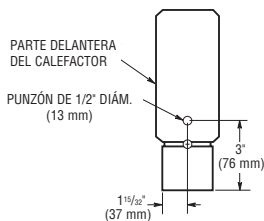

Figura 9. Plantilla de taladrado de tapa de extremo
5. Los cables de suministro de energía pueden enrutarse de calefactor a calefactor taladrando un orificio de  $\frac{1}{2}$  pulgada (13 mm) de diámetro en las tapas de extremo para los calefactores que encajan entre sí. Vea la Figura 9. Para evitar posible daño a los cables interiores del calefactor, todo taladrado/perforación de las tapas de extremo debe realizarse con las tapas de extremo estando removidas fuera del calefactor.